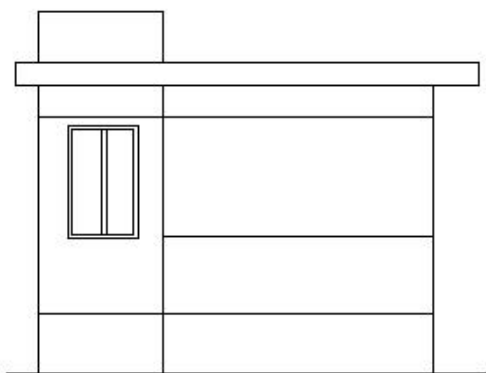
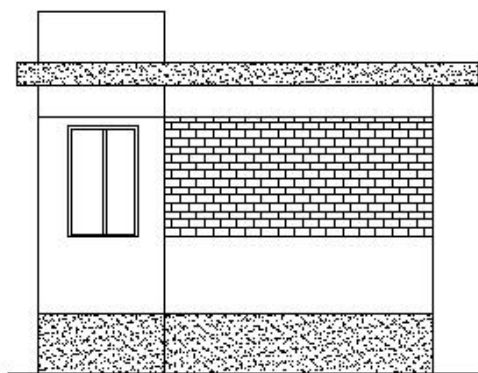

图 4-8 需要填充图案的房屋立面图
图 4-9 填充图案后的房屋立面图
1、为图 4-8 所示的房屋立面图填充图案，其中中间墙体填充图案为 brick，填充比例为 500，屋顶和墙角部分填充图案为 AR-SAND，填充比例为 100，填充效果如图 4-9 所示。